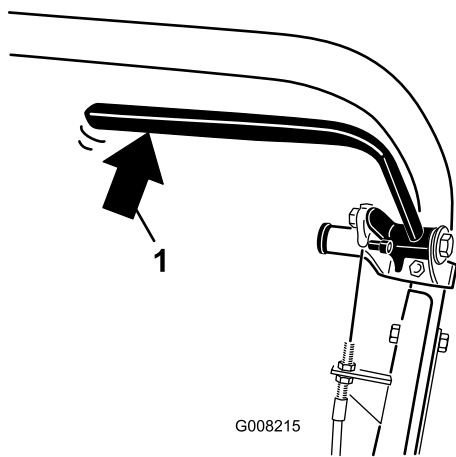

图32
2. 使用弹簧称，向后按压行车刹车杆（图32）。当作用力达到 13.5~18kg 时，驻车刹车应会松开。如果驻车刹车在作用力达到 13.5~18kg 之前松开，请调节刹车拉线。转到第 3 步。